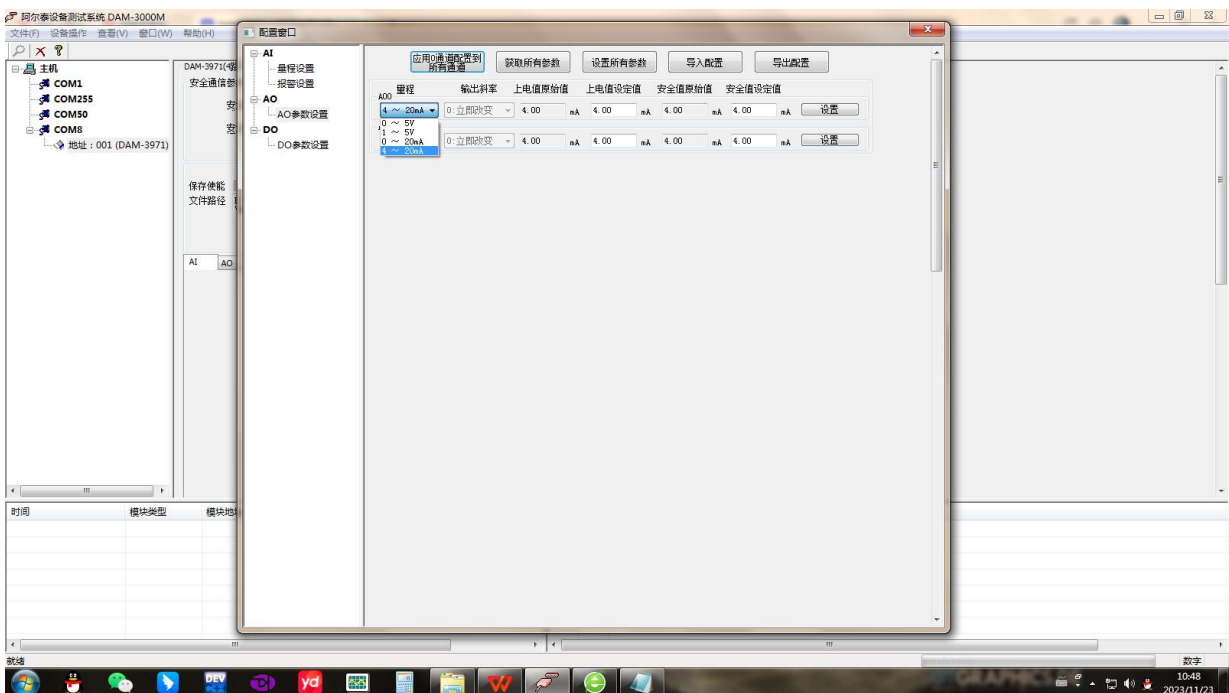

图 18
- 8) 配置 AO 输出量程; 如图 18 中, 点击量程选择的下拉箭头选择输出量程类型及需要的上电值和安全值点击配置, 模块的 2 个通道可分别进行配置。